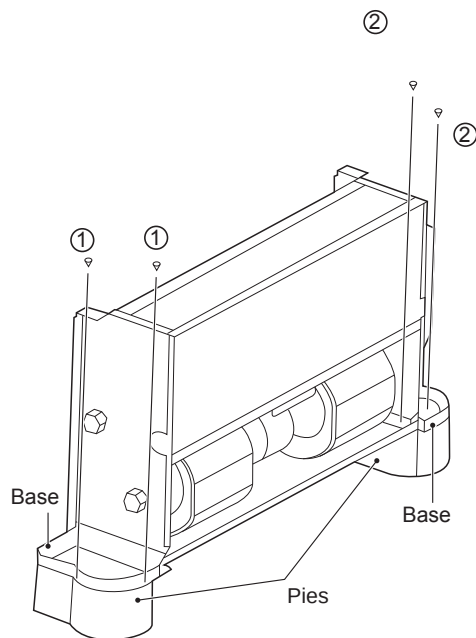

Figura 5-3
Los pies mostrados en la Figura 5-3 son opcionales. Puede comprarlos por separado e instalarlos de la siguiente manera:
2. Coloque los orificios de montaje de la base de la unidad en el pasador de fijación del pie correspondiente e instale los tornillos 1*2 y 2*2 para fijar el pie de acuerdo con la Figura 5-3.